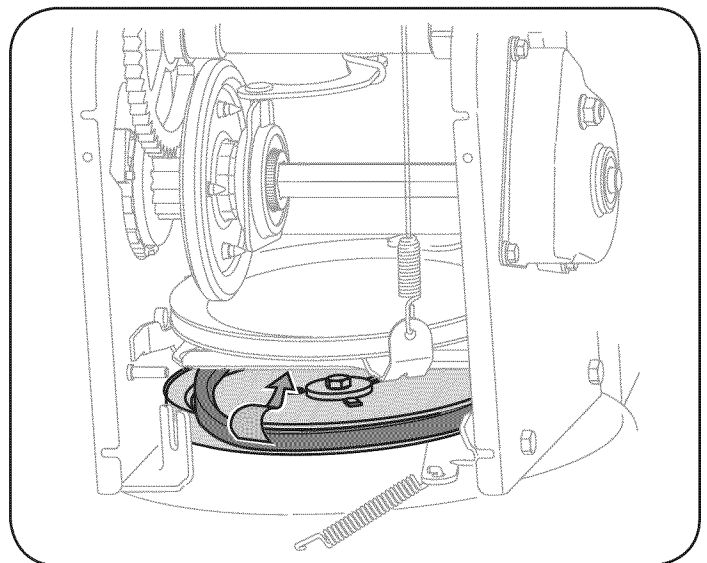

Figura 31
7. Retire la correa de alrededor de la polea de la barrena y deslice la misma entre la ménsula de soporte y la polea de la barrena. Vea la figura 31.